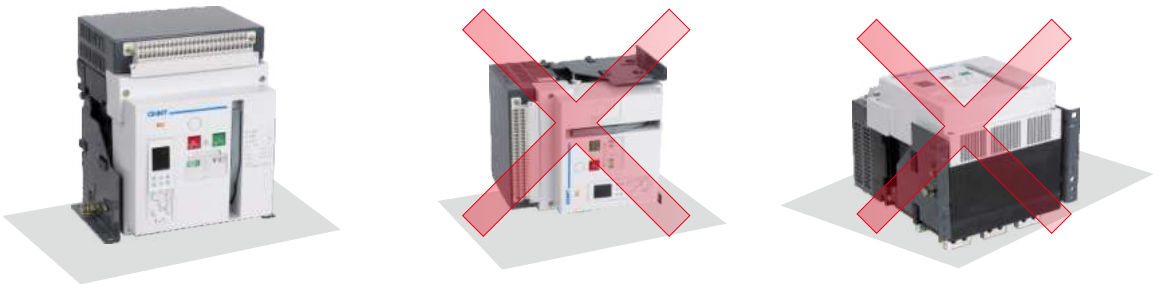

图21 断路器正确摆放示意图
- (1)额定电流、整定电流；(2)主回路电压；(3)安装方式、操作方式；(4)智能控制器电压、分励脱扣器电压、欠压脱扣器电压和延时时间、闭合电磁铁电压、储能电动机电压；(5)其他特殊订货要求；
- 将断路器从包装箱固定底板卸下，并按图21正确示意图摆放；如为抽屉式断路器，卸下底板后，按7.2.1所示方法，将本体移出抽屉座，清理干净抽屉座内异物；